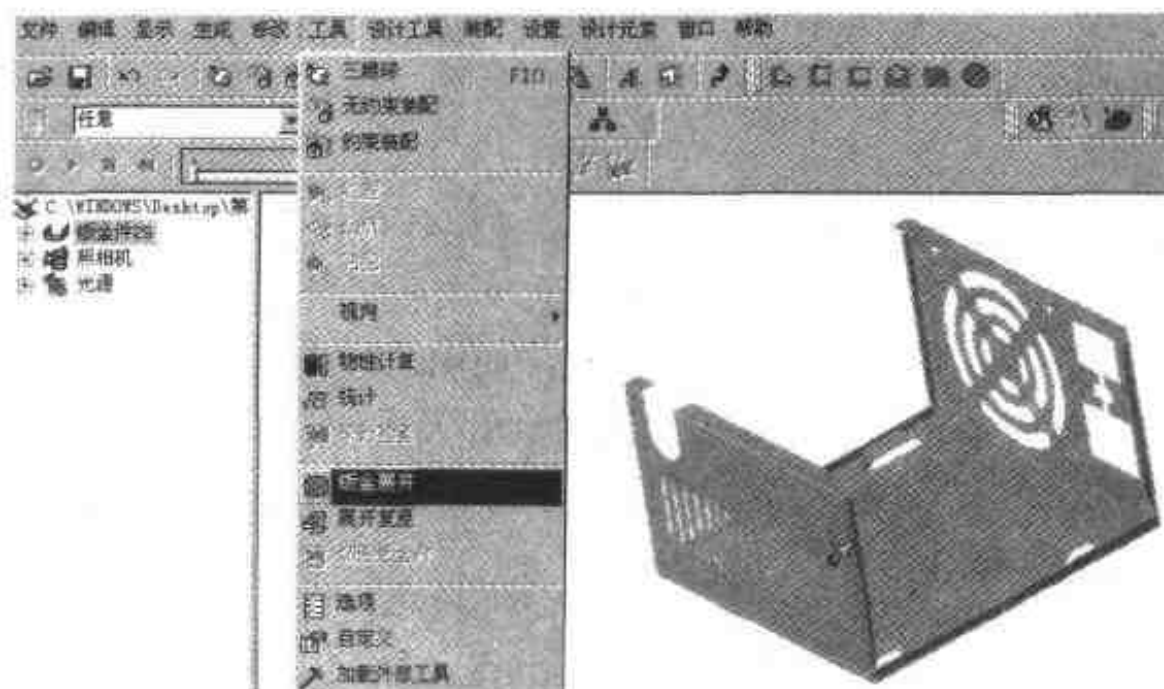

图 4.57 选择【工具】|【钣金展开】命令
- (1) 选择【设计树】中的钣金零件，选择【工具】|【钣金展开】命令，如图 4.57 所示。